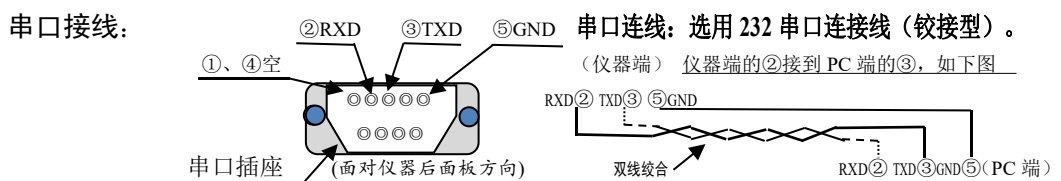

图 3 通信协议及串口接线图
4.2.2、RS-232 数据通讯协议和串口接线：（见图 3）